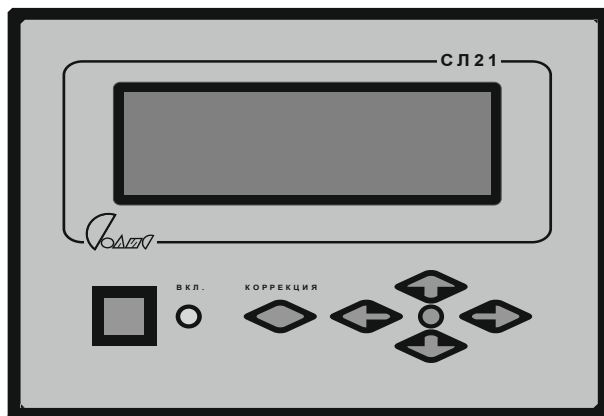

Рис.1
4.5 Расположение на передней панели Блока органов управления и индикации показано на рис.1.